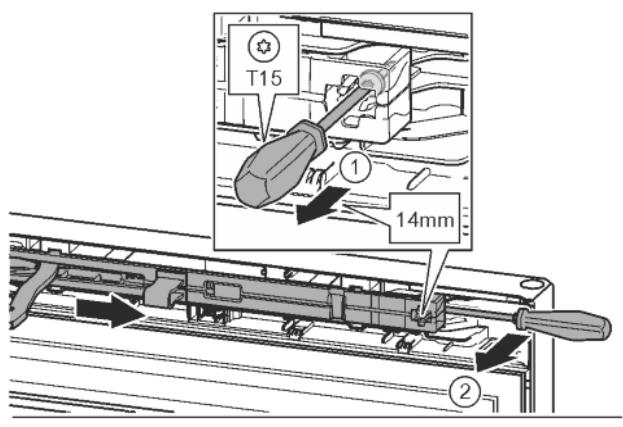

Fig. 11
- За допомогою викрутки T15 ослабте гвинт на демпферному вузлі приблизно на 14 мм. Fig. 11 (1)
- Переміщаючи викрутку з боку ручки за демпферний вузол, поверніть уперед. Fig. 11 (2)
- Витягніть демпферний вузол. Fig. 11 (3)